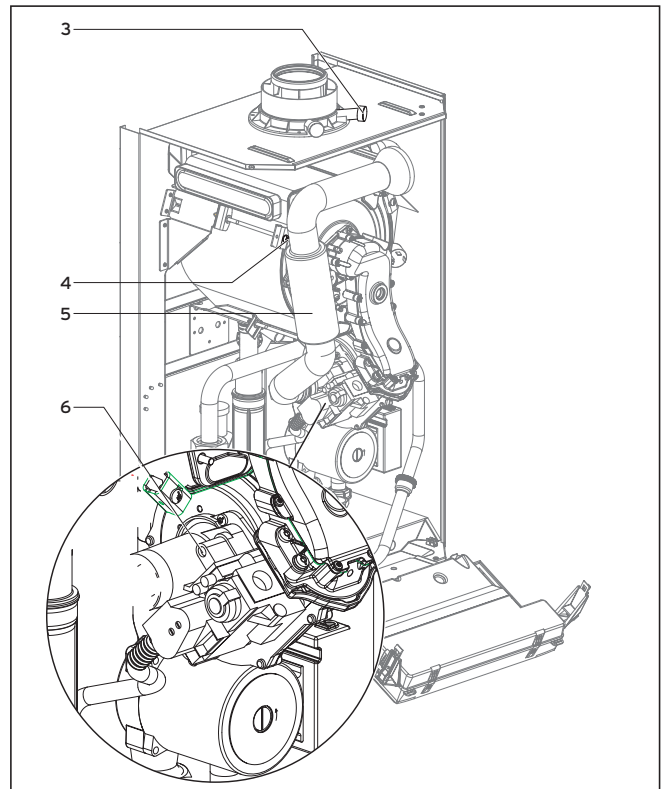

Fig. 5.4 Procédure de mesure du CO₂, procédure de réglage de la quantité d'air (réglage du gaz)
- Mesurez la teneur en CO_{2r} au niveau des buses de fumées (3) (fig. 5.4). Comparez la valeur mesurée avec la valeur correspondante du tableau 5.2.
- Si vous devez procéder à un réglage de la valeur d'évacuation des gaz brûlés, dévissez la vis (4) et rabattez le flexible d'aspiration d'air (5) vers l'avant, selon un angle de 90°.